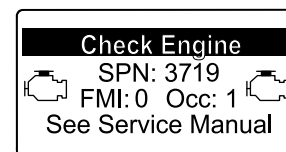

Рисунок 22
- Предупреждение о двигателе SPN 3719, FMI 0 (Рисунок 22)